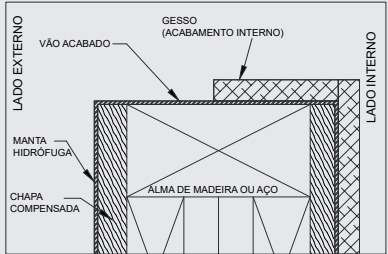

Figura 18 - Vão acabado em Wood/Steel Frame
- e) Realizar a aplicação da manta hidrófuga em todo perímetro da parede e vão requadro, (Conforme Figura 18).